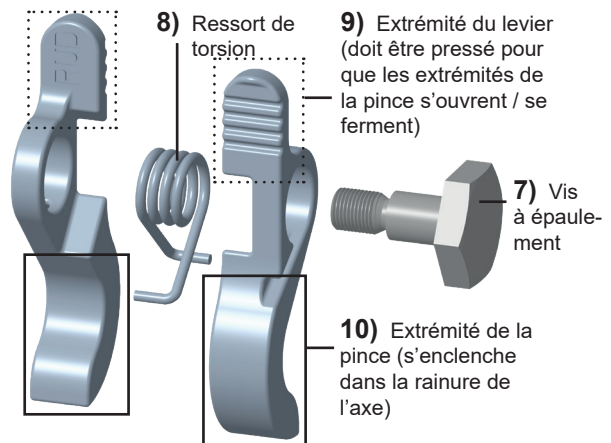

Fig. 3: Fermeture à pince (pièces détachées)
(pour une vue détaillée de la fermeture à pince, voir Fig. 3)
Si une seule extrémité du levier (Fig. 3) (1) est actionnée, l'axe de la manille reste toujours verrouillé par une extrémité de la pince et ne peut pas être retiré.